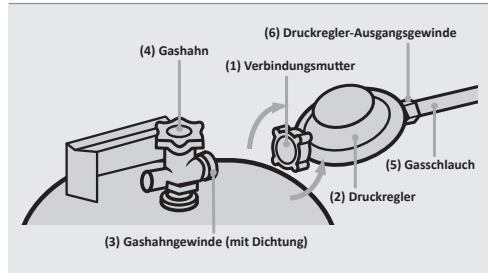

Abb.1: Montage des Druckreglers
2. Verbinden Sie den Druckregler mit der Gasflasche, indem Sie die Verbindungsmutter (1) des Druckreglers (2) durch Linksdrehung (von Hand) auf das Gashahngewinde (3) schrauben (siehe Abb. 1).
- ▶ Deinstallieren Sie die Gasflasche indem Sie die Verbindungsmutter (1) des Druckreglers (2) von Hand durch Rechtsdrehung vom Gashahngewinde (3) abschrauben (siehe Abb. 1).